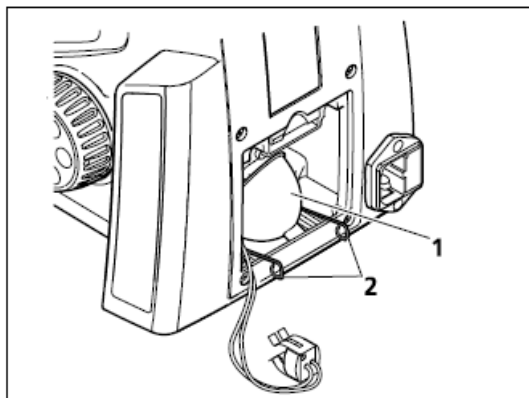

图. 3-18 安装 LED
- I 按下灯座固定弹簧夹(图 3017/1)上的环形夹(图 3-18/1),将其向后摆出
- I 将新的照明系统/LED 灯泡(图 3-18/1)的下弧面接触至固定弹簧夹,然后将其固定在弹簧夹上
- I 向上抬起弹簧夹(图 3-18/2)紧密的固定照明系统